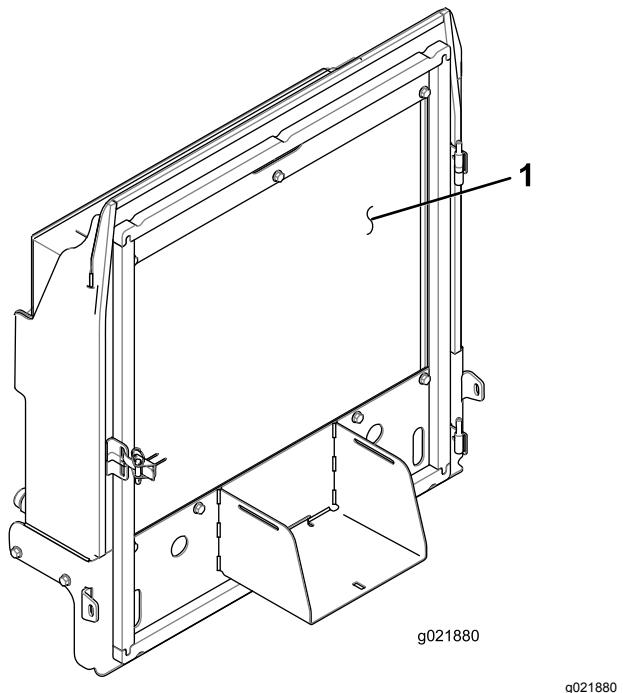

Figura 85
4. Limpie a fondo ambos lados del radiador/del enfriador de aceite con aire comprimido (Figura 85).